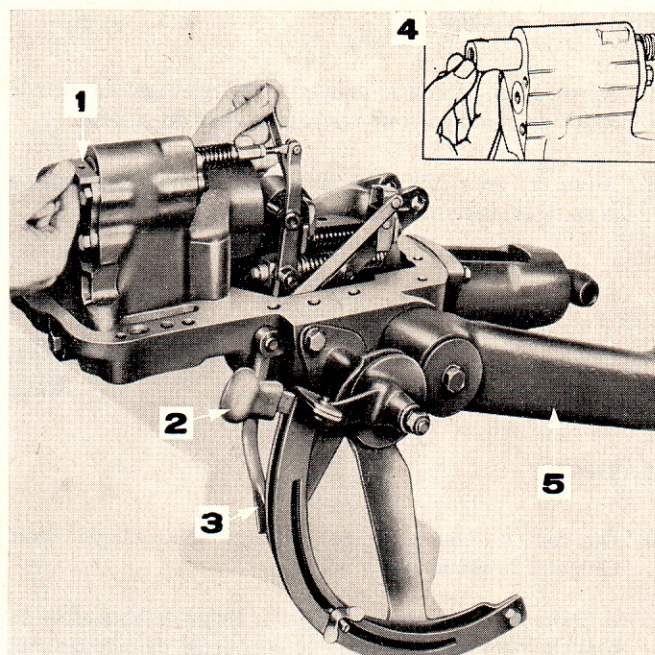

Figure 17: Réglage de la timonerie de contrôle de position
1. Placer le levier sélecteur en Contrôle de position (Figure 17).